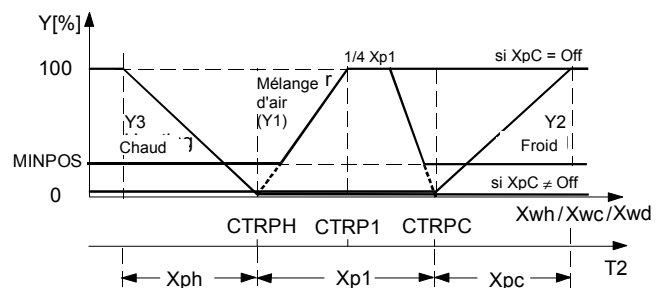

Fig. 4. Régulation de température séquentielle avec chaud, mélange d'air et froid
- Régulation de température séquentielle avec chaud, mélange d'air et froid (voir Fig. 4 et Tableau 10)